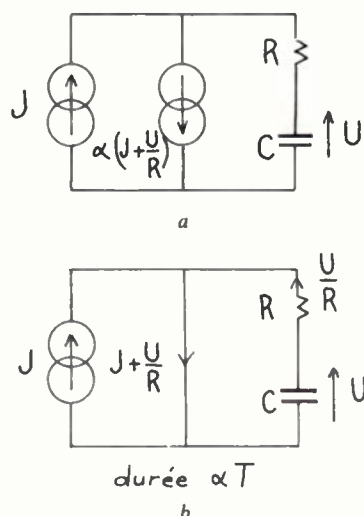

Fig. 3. — Schéma équivalent du convertisseur élémentaire :
La forme (9) décrit le fonctionnement d'un circuit dans lequel la branche (RC) est alimentée par deux sources de courant : J et $-\alpha \left(J + \frac{U}{R} \right)$ conformément au schéma de la figure 3 (a). On constate que l'on passe du schéma du convertisseur au schéma dit équivalent en remplaçant K par le générateur de courant $\alpha \left(J + \frac{U}{R} \right)$. Ce courant représente la valeur moyenne du courant traversant le commutateur K
(figure 3(b)), c'est la raison pour laquelle nous parlerons de schéma (ou circuit) équivalent moyen.